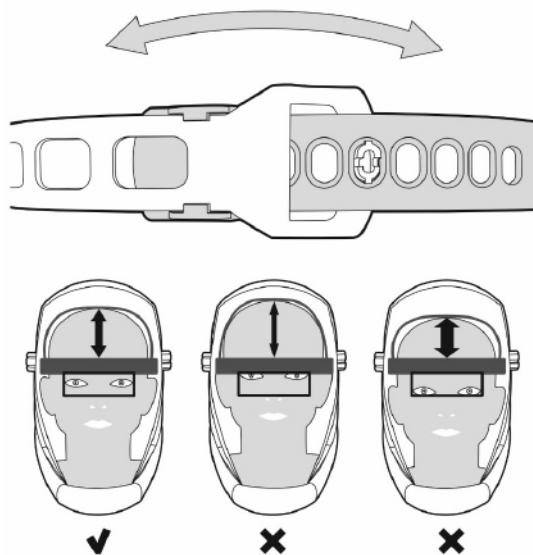

Рис. 8.5. Вертикальная регулировка.
**Вертикальная регулировка по высоте** (См. рис. 8.5): уменьшая или увеличивая размер ремней, отрегулируйте размер наголовника так, чтобы глаза находились в средней части светофильтра.